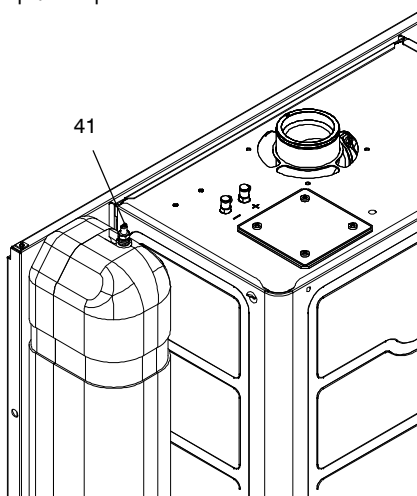

fig. 6.4
- 8 Allentare il raccordo di sfiato manuale 41 in fig. 6.4 posto sullo scambiatore sanitario nella parte superiore
manuale 41 in fig. 6.4 quando da quest'ultimo inizia ad uscire acqua.